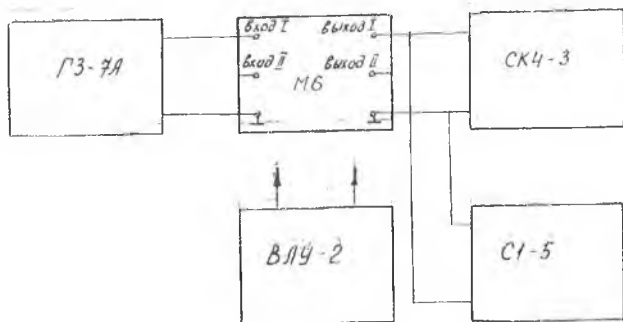
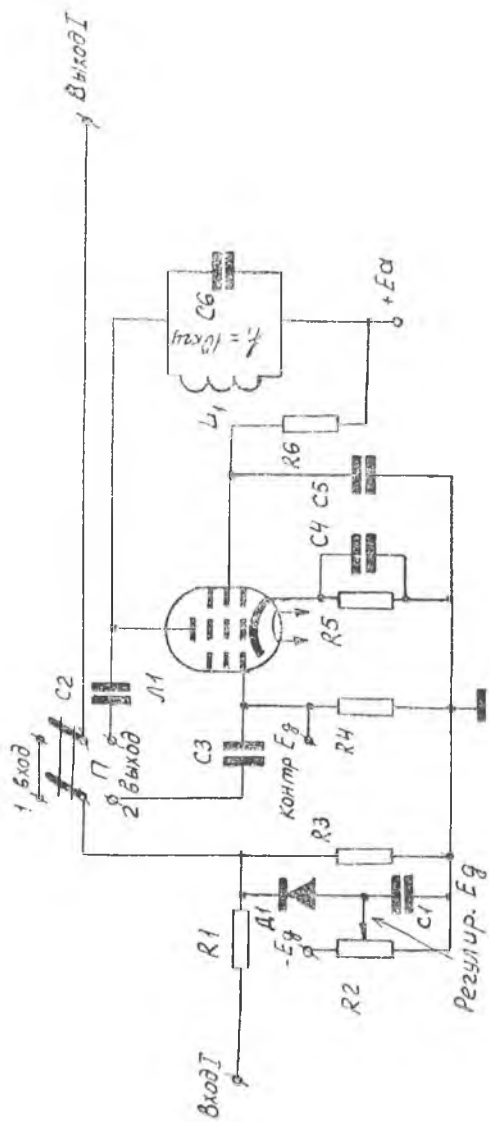

Рис. 5.1.
Рис. 5.2.
Лабораторная установка содержит лабораторный макет M_6 , анализатор спектра СК4-3, генератор стандартных сигналов ГЗ-7А, ламповый вольтметр ВЛУ-2 и осциллограф С1-5. Блок-схема лабораторной установки приведена на рис. 5.1, а принципиальная схема лабораторного макета—на рис. 5.2.
1. Собрать установку согласно блок-схемы рис. 5.1.